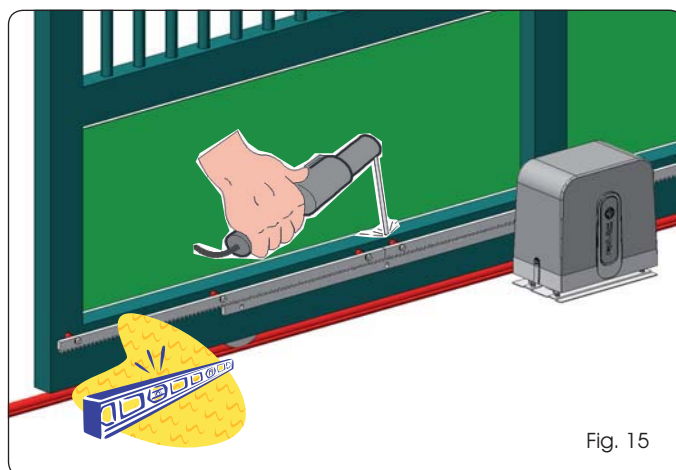

Fig. 15
5. Approcher un autre élément de la crémaillère au précédent, en utilisant, pour mettre en phase la denture des deux éléments, un élément de la crémaillère, comme indiqué sur la Fig. 15.